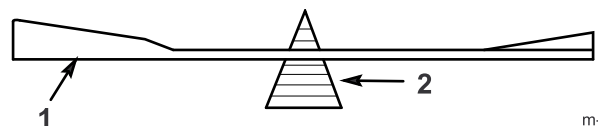

Figura 40
2. Controllate l'equilibrio di ciascuna lama collocandola su un bilanciatore (Figura 40). Se la lama rimane in posizione orizzontale, è bilanciata e può essere utilizzata. In caso contrario, limate soltanto il retro della lama. Ripetete l'operazione finché ogni lama non è perfettamente bilanciata.